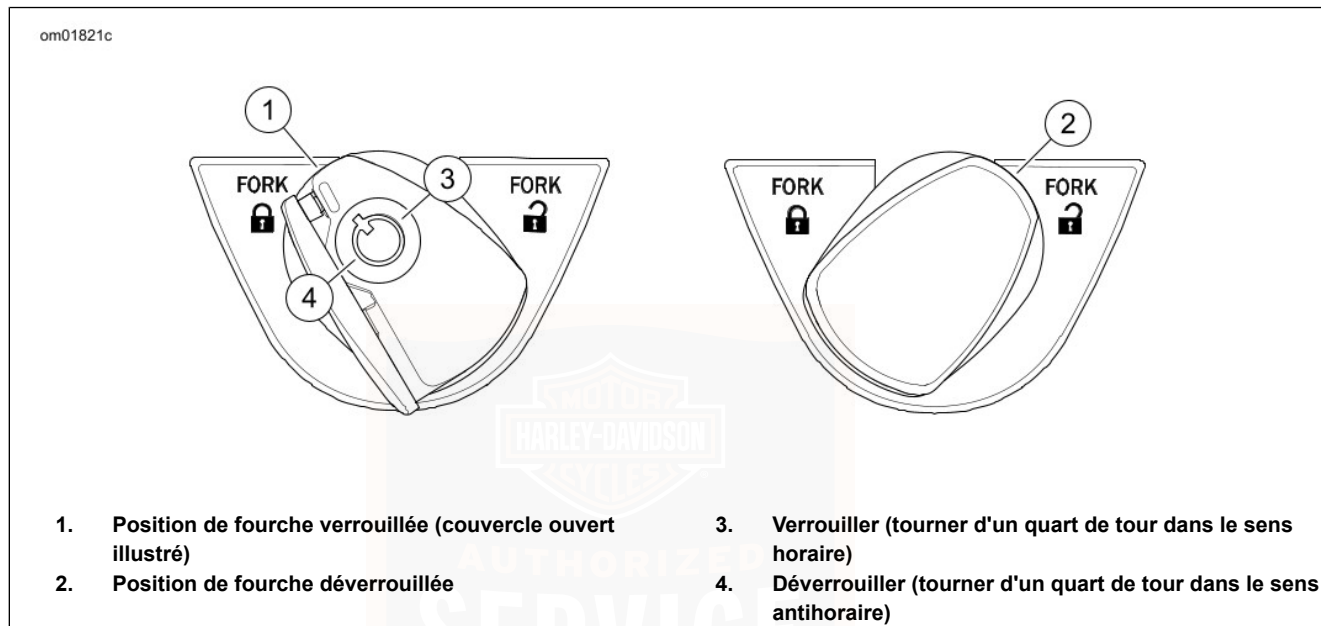

Figure 6. Bouton de verrou de fourche
Voir Figure 6. Le bouton de verrou de fourche se trouve sur le tableau de bord. L'emploi du verrou de fourche lorsque la moto est en stationnement découragera l'utilisation non autorisée ou le vol. Le bouton de verrou de fourche peut être
2. Voir Figure 6. Tourner l'interrupteur en position VERROUILLÉE.
2. Voir Figure 6. Tourner complètement le bouton en position déverrouillée.